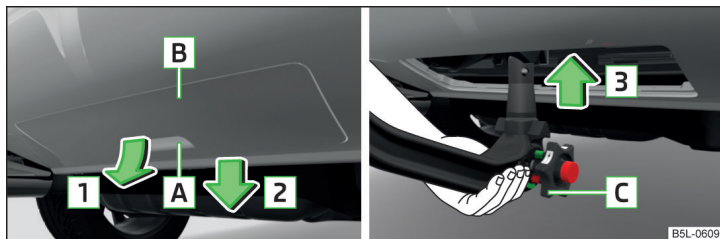

Fig. 146 Scoaterea clapetei de la bara de protecție din spate / introducerea tije cuplei
- Prindeți capul încuietorii de la bara de protecție spate **B** » fig. 146 de mâner **A**, deblocați-o în sensul săgeții **1** și scoateți-o în sensul săgeții **2**.
- Apucați tija cuplei **de jos** » fig. 146 și introduceți-o în locașul de fixare, în sensul săgeții, **3** până la limită. Tija cuplei trebuie să se fixeze cu un declic » **!**
- Roțița **C** » fig. 146 se rotește **singură** spre înapoi și se așază pe tija cuplei » **!**